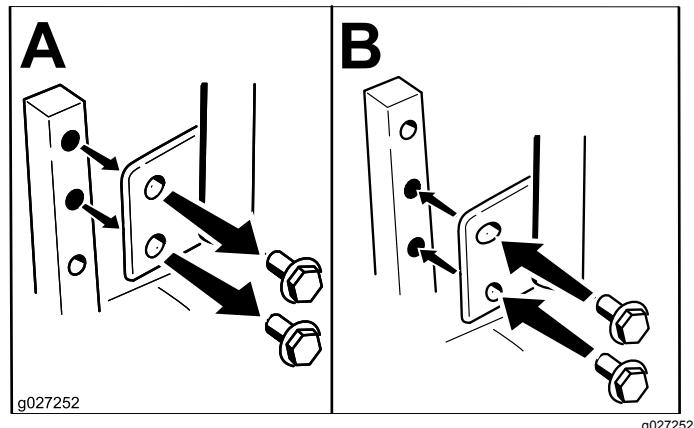

Figure 13
2. Desserrez le boulon inférieur jusqu'à ce qu'il soit possible de faire pivoter le levier de commande en avant ou en arrière (Figure 13).
Vous pouvez ajuster la hauteur des leviers de commande de déplacement en fonction de votre taille (Figure 13).